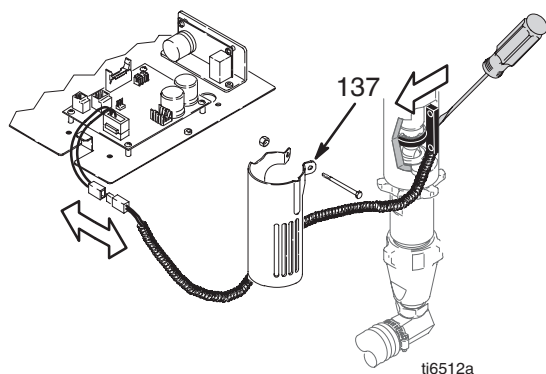
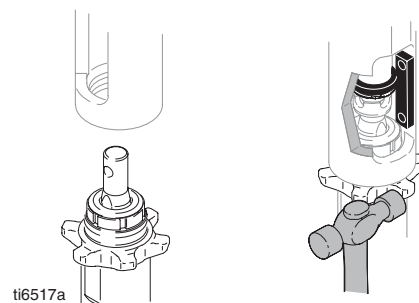

Рис. 9
Рис. 14
1. См. Рис. 9. Отсоедините кабель счетчика расхода на задней панели регулятора давления и на двигателе.
2. Снимите кожух (137) и геркон с гидравлического мотора.
2. См. Рис. 14 — 16. Установите насос.
3. Установите новый геркон и кожух (137) на гидравлическом моторе.
4. См. Рис. 9. Подсоедините кабель счетчика расхода на задней панели регулятора давления и на двигателе.
1. См. Рис. 14. Вкрутите контргайку до нижней части резьбы насоса. Вкрутите насос полностью в коллектор. Выкручивайте насос из коллектора до тех пор, пока выпускное отверстие насоса не совместится со шлангом. Вручную затяните контргайку, а затем с помощью молотка еще на 1/8 - 1/4 оборота или затяните с усилием в 270 Нм.